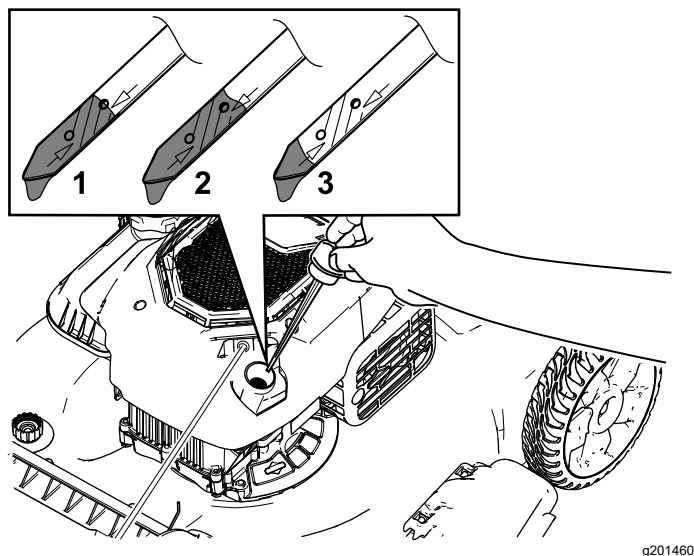

Figura 22
3. Retire a vareta rodando-a no sentido contrário ao dos ponteiros do relógio e puxando-a para fora (Figura 22).
10. Leia o nível de óleo na vareta (Figura 22).